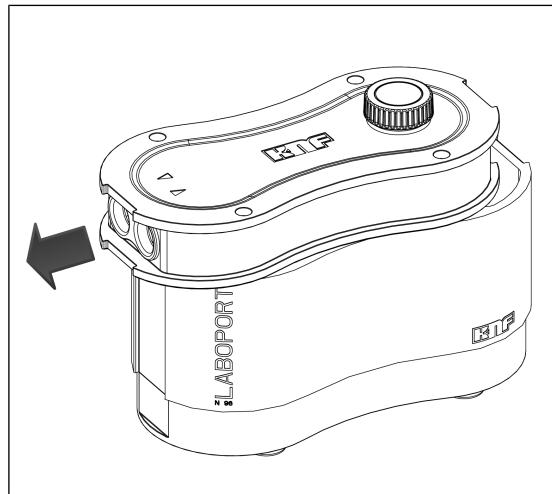

Afb.8: Pompkopbouten losdraaien
1. Draai de vier pompkopbouten los (Afb. 7/1) und entnehmen Sie diese aus dem Gehäusedeckel (2) (zie Afb. 8).